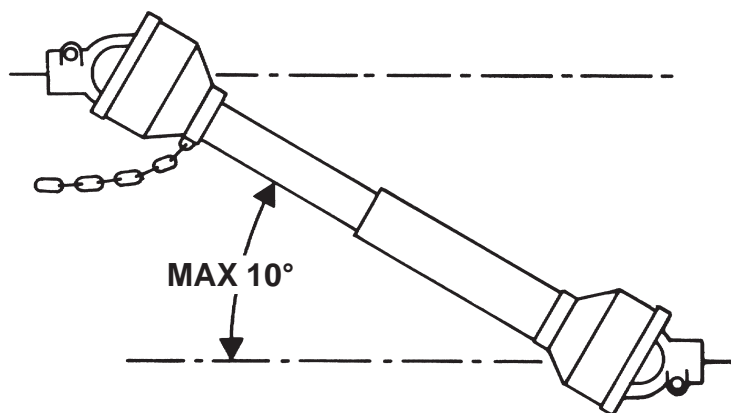

Fig. 6
- 41)** Disinserire, sempre, la presa di forza quando l'albero cardanico fa un angolo troppo aperto (mai oltre i 10 gradi - Fig. 6) e quando non viene usata.
- 41)** *Always disengage the pto when the cardan shaft is set at an excessively open angle (never beyond 10 degrees - Fig. 6) and when it is not in use.*
- 41)** Débrayez toujours la prise de force quand l'angle de l'arbre à cardans est trop ouvert (jamais plus de 10 degrés Fig. 6) et lorsque vous ne devez pas l'utiliser.
- 41)** *Die Zapfwelle immer ausschalten, wenn die Gelenkwelle einen zu großen Winkel einnimmt (nie über 10 Grad - Abb. 6) und wenn sie nicht gebraucht wird.*
- 41)** Desactivar, siempre, la toma de fuerza cuando el árbol cardánico hace un ángulo demasiado abierto (nunca superar los 10 grados - Fig. 6) y cuando no la usamos.